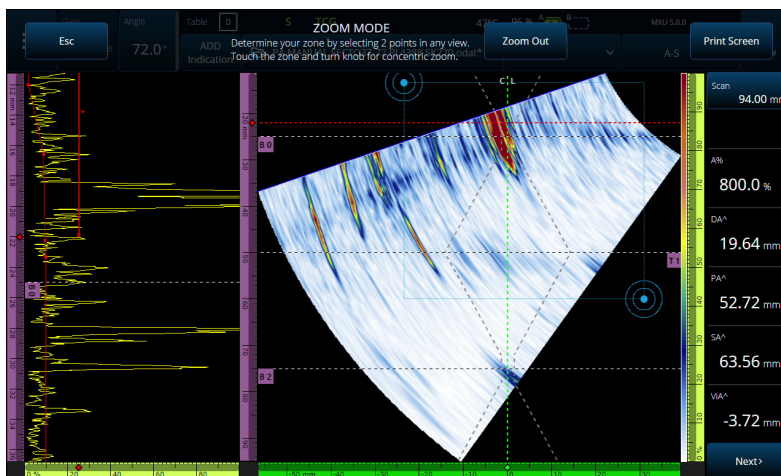

Figura 2-11 Exemplo de zoom
1. Pressione a tecla Zoom (🔍) para ligar (ou desligar) o modo de zoom (Figura 2-11 na página 44).
- ◆ Pressione a tecla Zoom (🔍) para ligar o modo de zoom (Figura 2-11 na página 44) e, em seguida, toque em **Print Screen** (capturar tela) na tela.